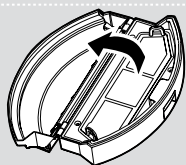

Fig. 19
3. Verwijder alle filteronderdelen en reinig ze afzonderlijk. De montage gebeurt in omgekeerde volgorde. **[Fig. 19,20]**